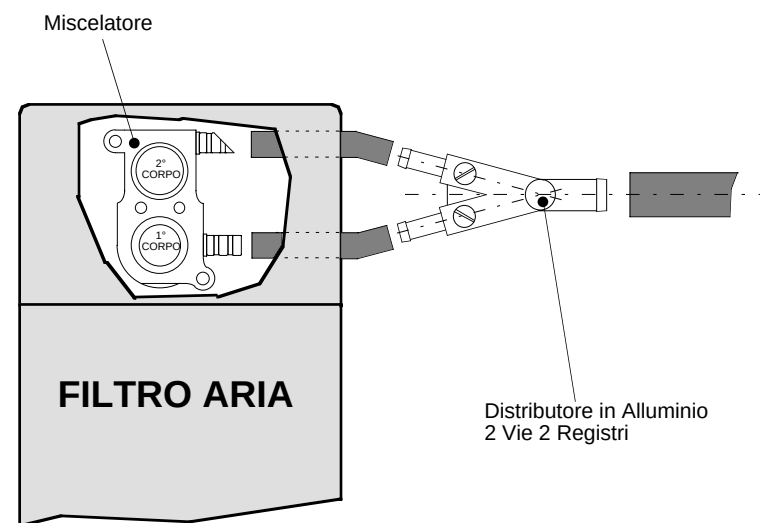

Figura 4
- 10) Far passare i tubi e fissarli al miscelatore ed al distributore in alluminio 2 vie 2 registri come mostrato in figura 4.